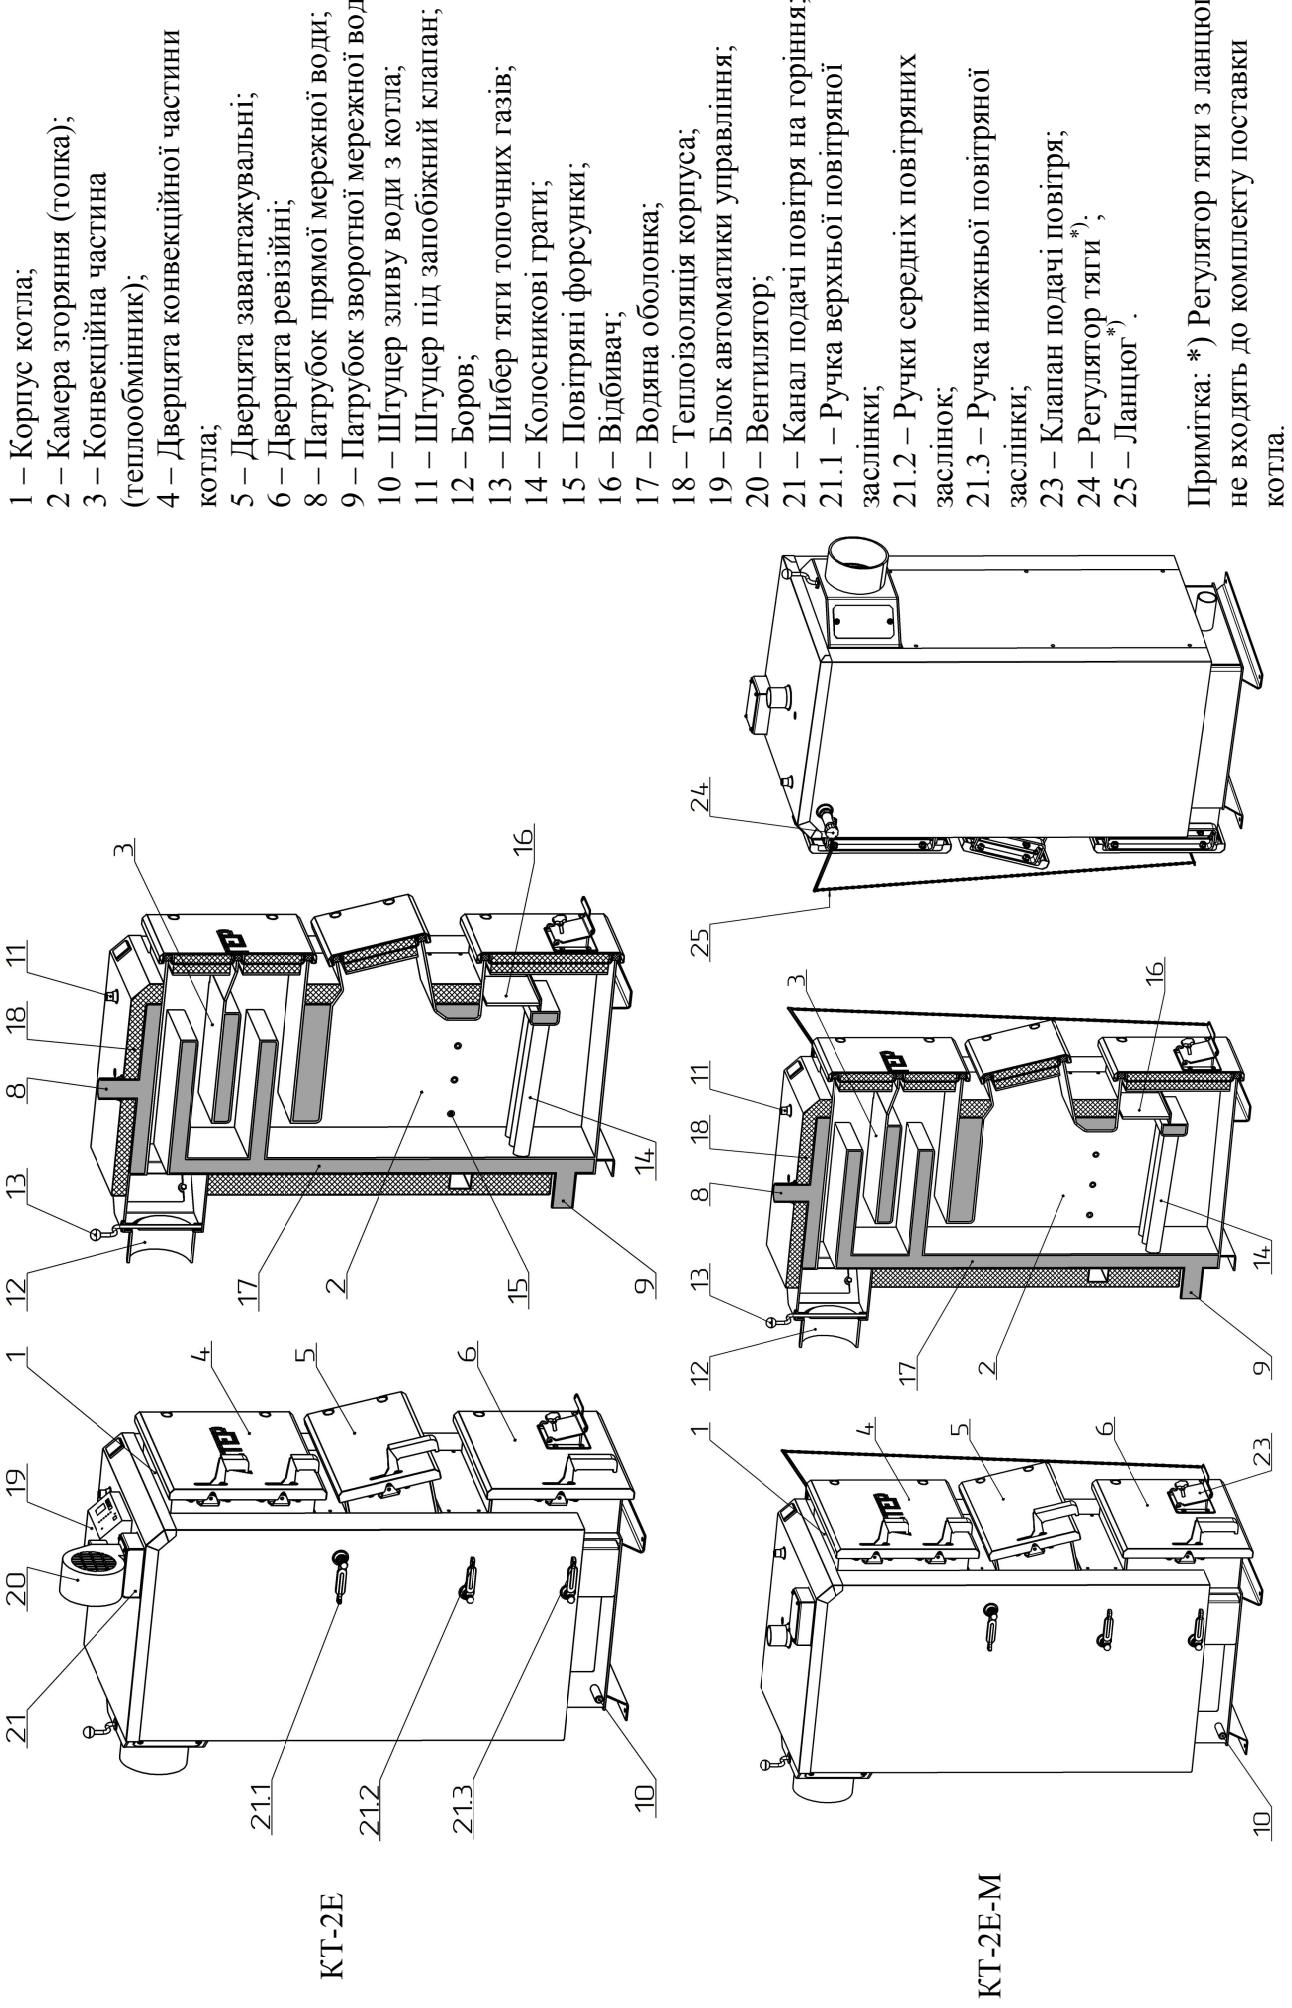

Рисунок 2 – Зовнішній вигляд та основні елементи котла
Конструктивно котел являє собою збірно-зварену конструкцію, що складається з корпуса (поз. 1, рис. 2) з камeroю згоряння (топкою) (поз. 2, рис. 2). Над топкою розташована конвекційна частина котла (поз. 3, рис. 2), що являє собою високоефективний чотирьохходовий теплообмінник.
Корпус котла виконаний в формі паралелепіпеду з подвійними стінками, які розділені водними перегородками (поз. 17, рис. 2). На зовнішній поверхні корпуса під декоративною обшивкою закріплена теплова ізоляція. (поз. 18, рис. 2).
Паливо для процесу спалення завантажується на колосникові грати (поз. 14, рис. 2) крізь завантажувальні дверцята (поз. 5, рис. 2). Колосникові грати виконані з товстостінних безшовних труб по яких постійно циркулює вода з водяної оболонки котла, що унеможливлює їх прогорання.
- у котлі КТ-2Е – по каналу подачі повітря (поз. 21, рис. 2) припливним вентилятором (поз. 20, рис. 2). Кількість повітря, необхідного для процесу згоряння, регулюється автоматично блоком автоматики управління (поз. 19, рис. 2);
- у котлі КТ-2Е-М – крізь вікно клапана подачі повітря (поз. 23, рис. 2), що закривається кришкою під колосникові грати. Кількість повітря, необхідного для процесу згоряння, регулюється механічним регулятором тяги (поз. 24, рис. 2), який шляхом натягу або послаблення ланцюга (поз. 25, рис. 2) керує положенням кришки клапана. *Регулятор тяги не входить до комплекту поставки котла.*
Підведення і відведення теплоносія здійснюється відповідно через патрубки зворотної мережної води (поз. 9, рис. 2) і прямої мережної води (поз. 8, рис. 2).
Топочні гази виходять у димохід крізь боров (поз. 12, рис. 2), розташований у задній частині котла. Боров обладнано вбудованим дросельним клапаном продуктів згоряння – шибером (поз. 13, рис. 2). У випадку надто високої тяги у димоході шибер дає можливість її знизити шляхом часткового перекривання вихідного отвору борова.
У верхній частині корпуса котла розташований штуцер для встановлення запобіжного клапана (поз. 11, рис. 2).
На бічній стінці корпуса у нижній її частині розміщено штуцер для зливу води з котла (поз. 10, рис. 2).
- дверцята для періодичного обслуговування (чищення) конвекційної частини котла (поз. 4, рис. 2);
- ревізійний дверцята (поз. 6, рис. 2) для періодичного чищення колосникових грат;
- дверцята зольника (поз. 7, рис. 2).